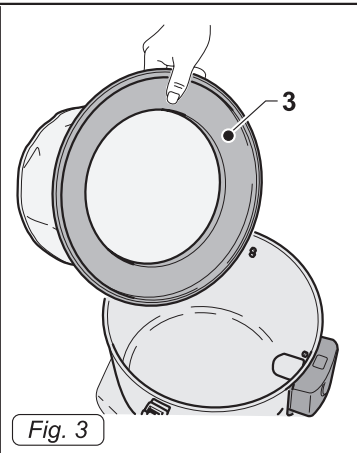

Fig. 3
- Controllare che all'interno del fusto sia presente il sacchetto filtro (3 Fig. 3) in TNT (poliestere); se non è presente inserirlo nella relativa sede.
Il sacchetto filtro (3 Fig. 3) in TNT (poliestere) può rimanere montato anche durante l'utilizzo della macchina come aspiraliquidi, previa accurata pulizia (soffiatura) dello stesso dai residui di polvere accumulati durante l'utilizzo della macchina come aspirapolvere.
Al riutilizzo della macchina come aspirapolvere dopo aver aspirato dei liquidi accertarsi che l'interno del fusto e il sacchetto filtro (3 Fig. 3) siano perfettamente asciutti.
- Rimuovere il sacchetto filtro (3 Fig. 3) e pulirlo come descritto nel relativo paragrafo.